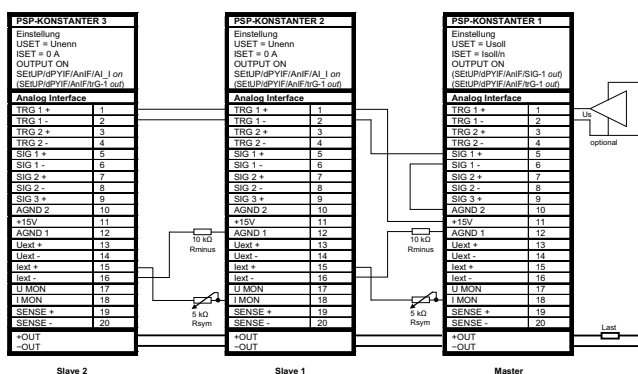

Bild 7.9.2 Verdrahtung für Master / Slave Parallelschaltung
- Verkoppeln Sie Master- und Slave-Gerät(e) wie in Bild 7.9.2 dargestellt.
- Damit wie im Beispiel Bild 7.9.2 der OUTPUT ON Zustand der Slaves mit dem OUTPUT ON Zustand des Masters über die Signalausgangs- und Triggereingangsbeschaltung geschaltet wird, muss am Master „SETUP/dPYIF/AnIF/SiG-(x1) out“ und an den Slaves „SETUP/dPYIF/AnIF/trG-(x2) out“, (x1) und (x2) im Beispiel jeweils 1, eingestellt werden. Der OUTPUT ON Zustand des Masters kann optional über den Triggereingang gesteuert werden, Einstellung am Master „SETUP/dPYIF/AnIF/trG-(x3) out“, (x3) im Beispiel 1.